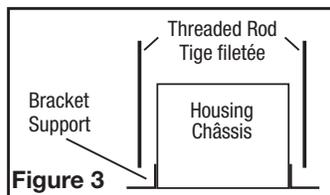

Figure 3
- Hanging Bar Mounting:** Lift unit up onto the threaded rods and secure in place using appropriate hardware (not included) (**Figure 3**).
2c. **Montage de la barre de suspension:** soulevez l'unité sur les tiges filetées et fixez-la en place à l'aide de matériel approprié (non inclus) (**Figure 3**).